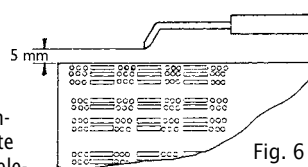

Fig. 6
- Kontrollér tændeledens position (se Fig. 6).